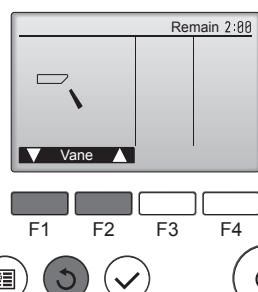

Fig. 7-4
- Tryck på [VÄLJ] så att skärmbilden Bladfunktion visas, och tryck sedan på [F1] och [F2] för att kontrollera den automatiska fläktbladsfunktionen. (Fig. 7-4)